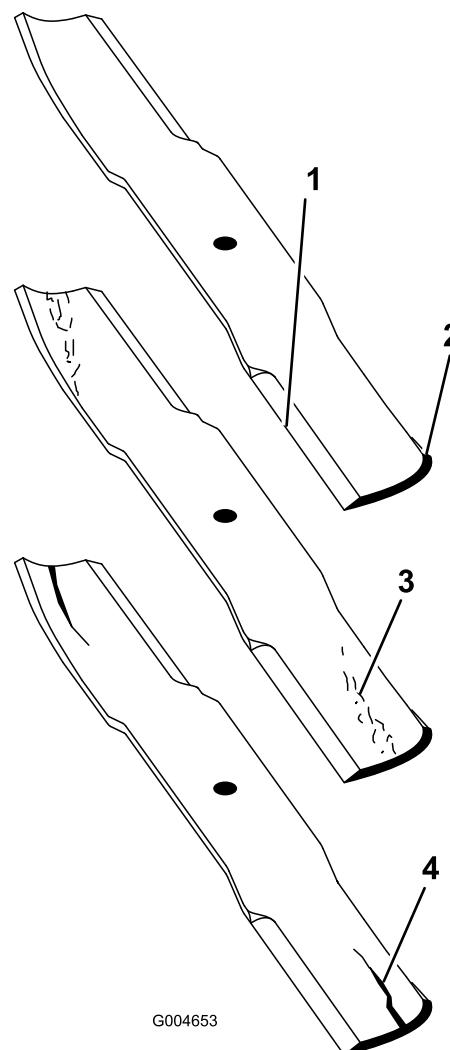

Figura 24
- Inspeccione los filos de corte (Figura 24). Si los bordes no están afilados o tienen muescas, retire las cuchillas y afílelas. Consulte Afilado de las cuchillas (página 22).
- Inspeccione las cuchillas, especialmente la parte de la vela (Figura 24). Si observa daños, desgaste o la formación de una ranura en esta
zona (Figura 24), instale inmediatamente una cuchilla nueva.